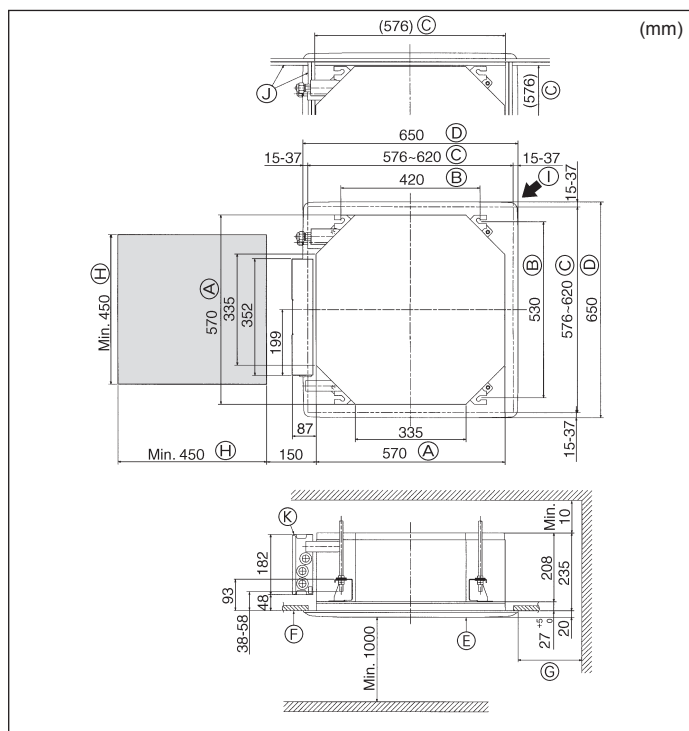

Fig. 2-2
2.2. Ouvertures dans le plafond et emplacement des boulons de suspension (Fig. 2-2)